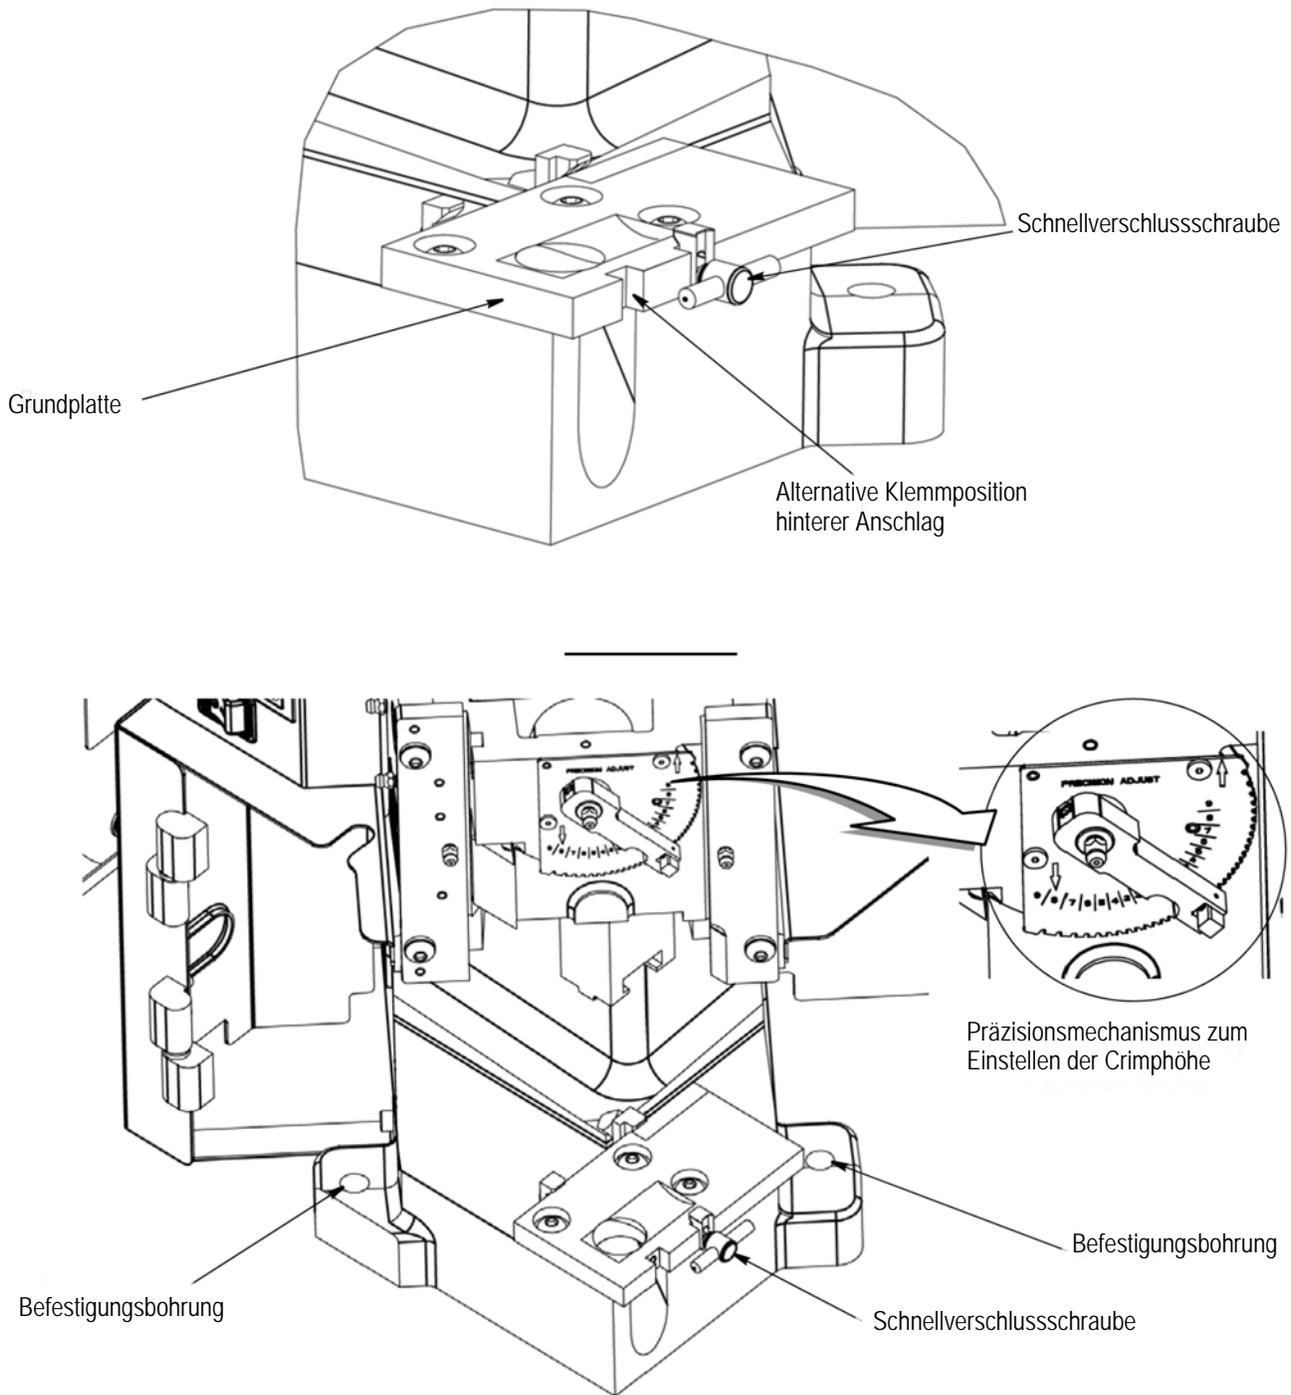

Abbildung 5
3. Die **Grundplatte** ist die Einbaufläche, auf der das Crimpwerkzeug befestigt wird. Die Schnellverschlussfunktion ermöglicht einen schnellen und einfachen Einbau und Wechsel des Crimpwerkzeugs. Siehe Abbildung 5.
4. Mit Hilfe der **Baugruppe Crimphöheneinstellung** wird über einen Exzenter in der Stößelverbindung und über Feststellstufen im Mechanismus die Crimphöhe eingestellt. Durch Schalten des Mechanismus in beide Richtungen ändert sich die Crimphöhe schrittweise pro Stufe um ca. 0,013 mm [0,005 Zoll]. Präzisionsmechanismus zum Einstellen der Crimphöhe siehe Abbildung 5.
Die Maschine ist sicher am Arbeitstisch zu verschrauben, Befestigungsbohrungen siehe Abbildung 5. Die Schrauben sind vom Kunden bereitzustellen. Die Maschinen dürfen nicht über die Arbeitstischvorderseite hinausragen.
1. Die Schnellverschlusschraube (siehe Abbildung 5) lösen und die Zwinge an der Grundplatte nach unten schieben.
Bei Verwendung des Crimpwerkzeugs 567200-2 (ursprünglich für die Crimpmaschine AMP-O-ELECTRIC, Modell „K“, vorgesehen) die Schnellverschlusschraube lösen, die Zwinge am Boden unter dem Crimpwerkzeug nach unten schieben und den hinteren Anschlag entfernen, der sich links an der Grundplatte befindet. Den hinteren Anschlag (Teilnr. 354561-1), der mit dem Druckluftvorschub geliefert wird, an der alternativen Klemmposition an der Grundplatte anbringen. Siehe Abbildung 5.